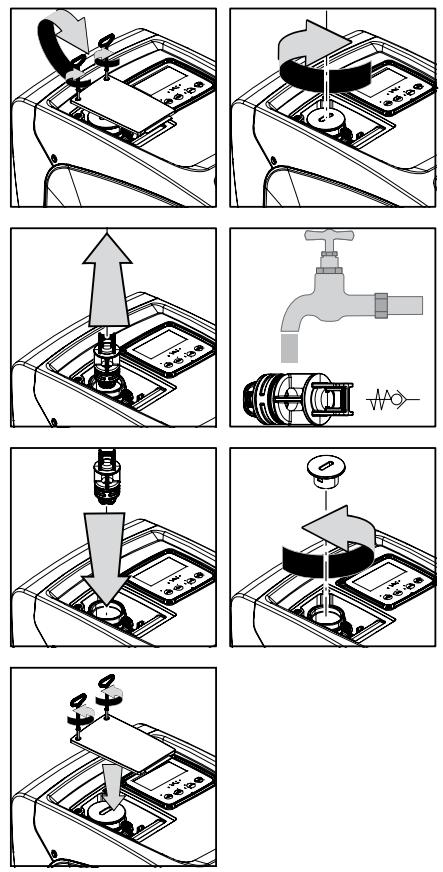

Fig. 22
1. ta bort luckan till utrymmet för extra underhåll (Fig. 1, sida F) genom att lossa de två lässkruvorna med det medföljande verktyget. Ta inte bort skruvorna helt utan använd dem för att dra ut luckan. Tappa inte skruvorna in i systemet när de har tagits bort från luckan (Fig.22);
2. använd en skravmejsel och ta bort 1"1/4 pluggen för att komma åt backventilen (Fig.22);
3. använd en tång och dra, utan att vrida, ut backventilens patron genom att gripa om byglingen som är specifikt avsedd för detta (Fig. 22). Du kan behöva ta i lite grann;
5. för åter in patronen på sin plats. De två O-ringarna behöver tryckas samman vid införandet (Fig.22);
6. dra åt 1"1/4 pluggen helt. Pluggen hjälper till att föra in patronen om den ännu inte är helt införd (Fig.22);
7. sätt tillbaka luckan och dra åt de två skruvorna (Fig.22).